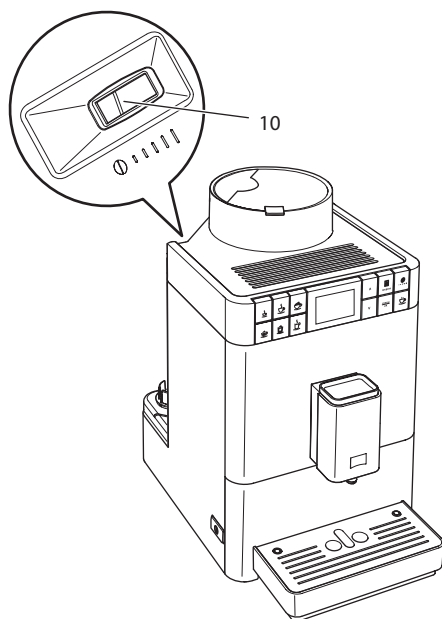

Рис. 16: Рычаг настройки тонкости помола
- » В корпусе станвится виден рычаг "Регулировка тонкости помола" (10).
2. Переместите рычаг влево или вправо, как показано на Рис. 16.